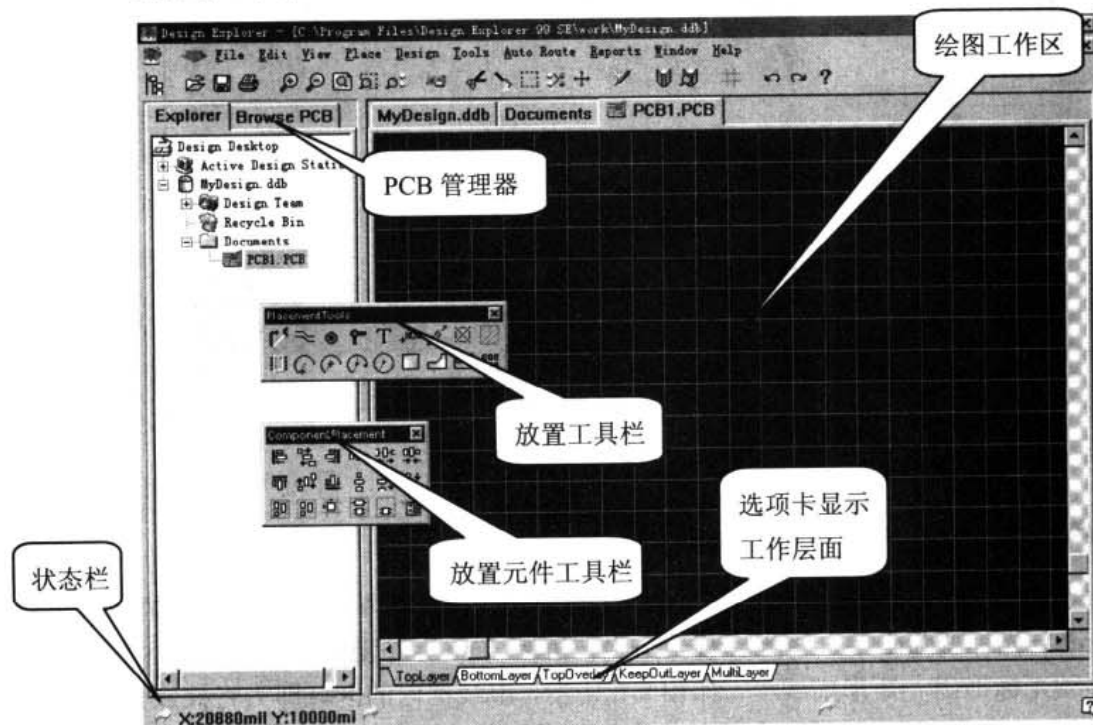

图 9-4 PCB 编辑器
- (4) 双击工作窗口的图标, 或单击浏览器中的 PCB1 文件的图标, 便可以启动如图 9-4 所示的 PCB 编辑器。启动 PCB 编辑器后, 菜单栏里将自动添加设计 PCB 所需的各种工具栏。